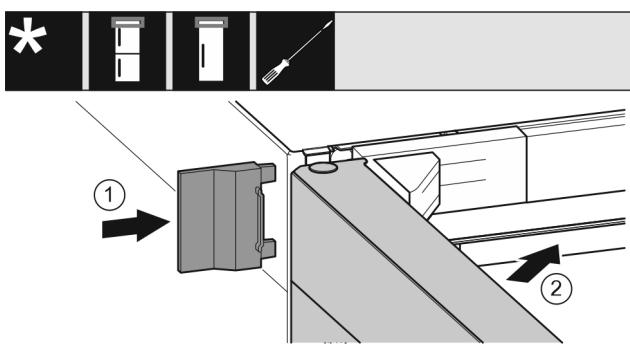

Fig. 26
- 插入外盖 Fig. 26 (1)。
- 关闭冰箱上方门 Fig. 26 (2)。